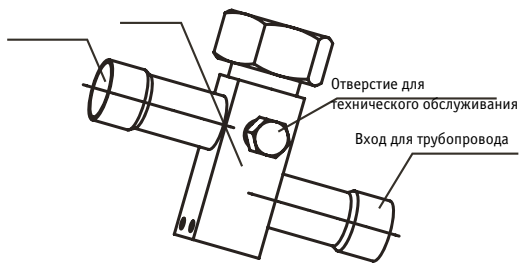

Рис. 6-5
- После завершения монтажа и перед тестовым запуском откройте вентили. Каждый наружный блок оснащен двумя вентилями различного размера. Один из этих вентилялей — это вентиль газа, а второй — вентиль жидкости. Порядок открытия и закрытия вентиля показан на рисунке справа (рис. 6-5).